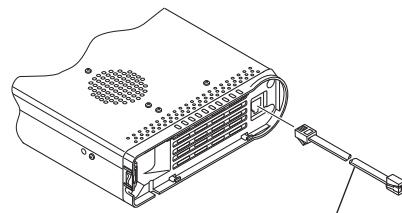

图2
4. 参照图 2，将控制延长线的接头分别插入**FT-857D**的面板和主机的控制接口。